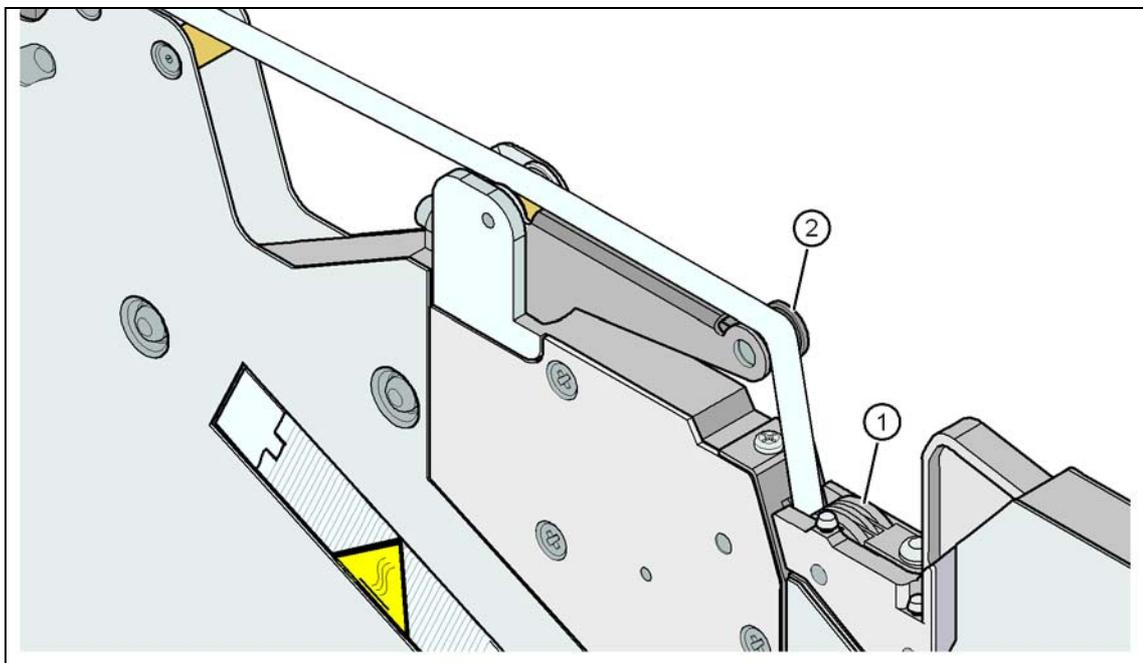

图 5.10 - 7 引导封料带到封料带包装轮
- 将控制杆（图 5.10 - 5 中的 5，第 269 页）推回，以降低拾取窗口。
- 用封料带摇杆（图 5.10 - 7 中的 2）引导封料带，直至到达封料带包装轮（图 5.10 - 7 中的 1）。